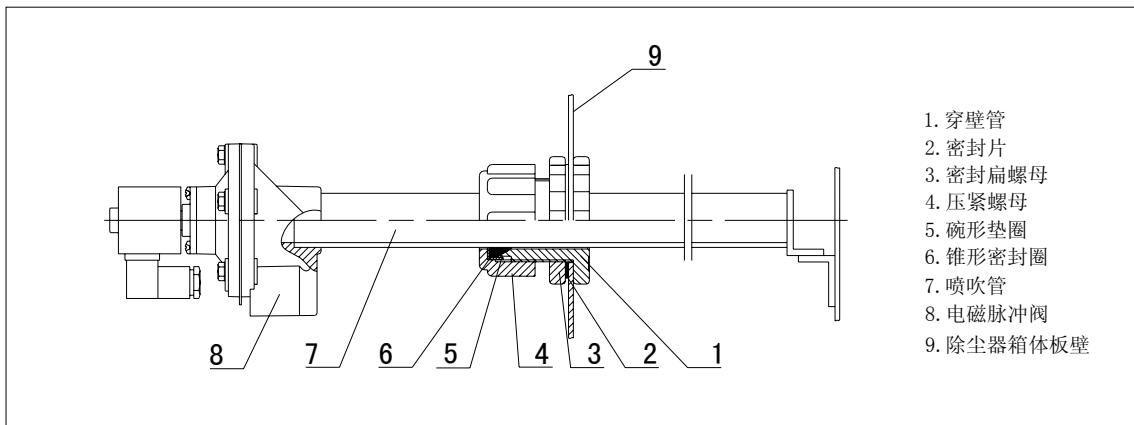

图24 FAP-A-1型安装图
1. 安装 FAP-A 板壁式穿壁连接器时：先将穿壁管放在壁板的安装孔内。穿壁管的凸缘与板壁之间垫以密封片后，拧紧扁螺母。穿壁管就能在板壁定位并保持密封。穿壁管内孔穿过相应的管道（喷吹管）。管道外套上锥形密封圈和碗形垫圈。拧紧压紧螺母使锥形密封圈嵌入管道外侧和穿壁管内侧之间而保持密封。FAP-A-3 型穿壁连接器中的接管是将 Z 型电磁脉冲阀输出端与穿壁管相接，并可调整电磁脉冲阀与除尘器外壁之间的距离。见图 24、25、26 所示。